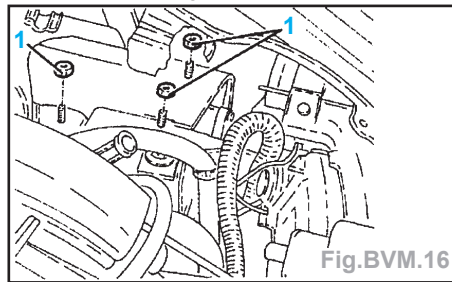

Fig.BVM.16
- Débrancher la durit réservoir/pompe (3), côté pompe (voir «Eclaté de pièces»).
- Débrancher la durit pompe/groupe de commande (4), côté pompe (voir «Eclaté de pièces»); et la dégager de son support.
- Déposer les écrous (1) fixant la pompe à son support (Fig.BVM.16).